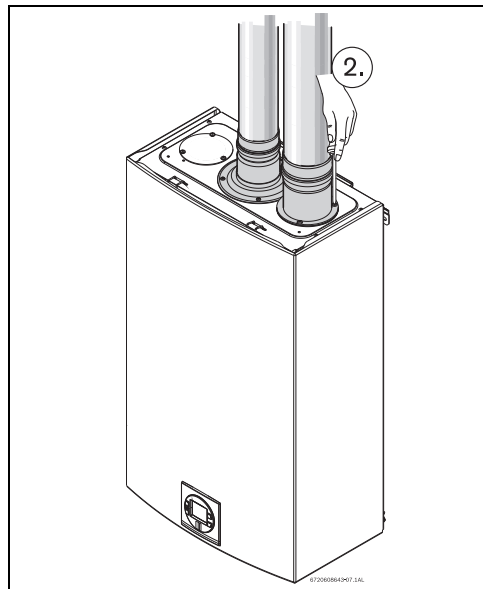

Fig. 28
- ▶ Apretar los 3 tornillos del accesorio de admisión de aire, consultar la Fig. 28 , pos. 2.